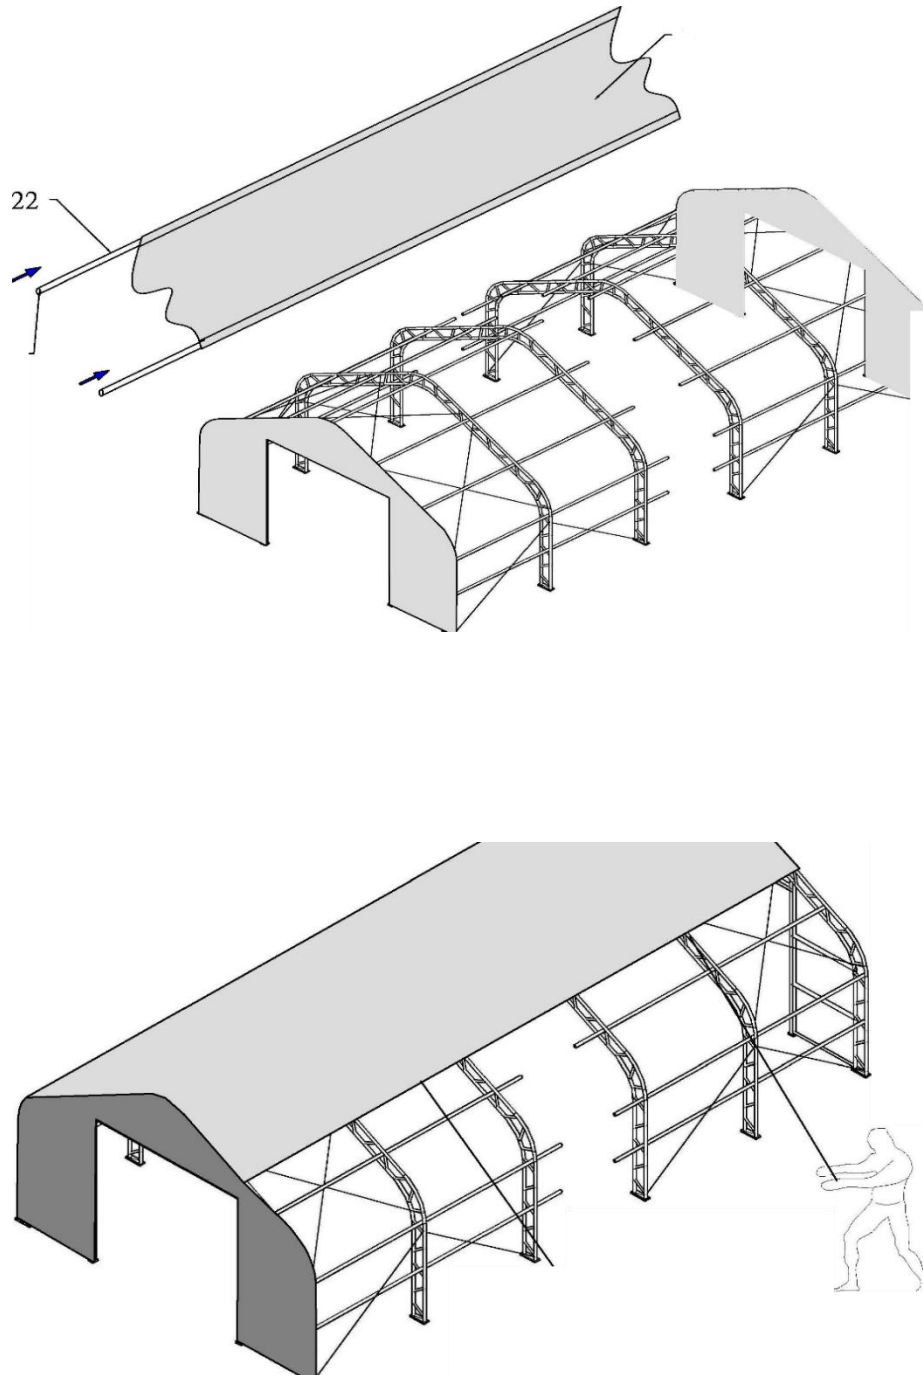

Bild 8
1. Då takduken har dragits över ramen (se bild 8), placera då spänningsröret (21) i takdukens genomföring. Klipp ut hål för tvingens snöre. Fäst tvingen (6).